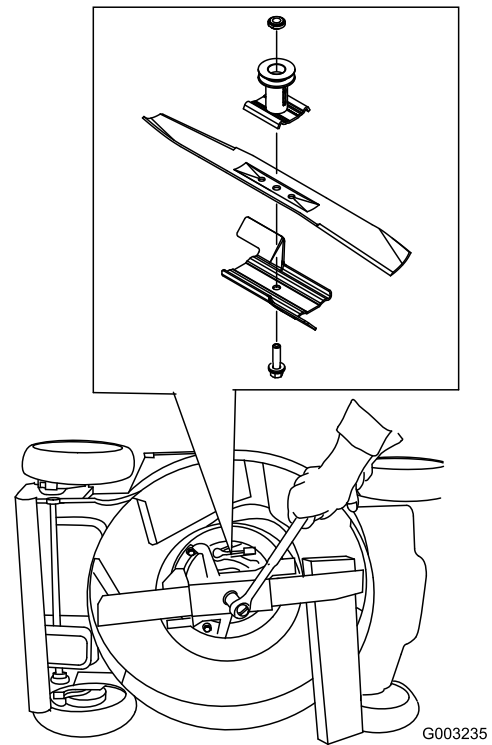

Bild 41
3. Stabilisieren Sie das Messer mit einem Holzblock (Bild 41).